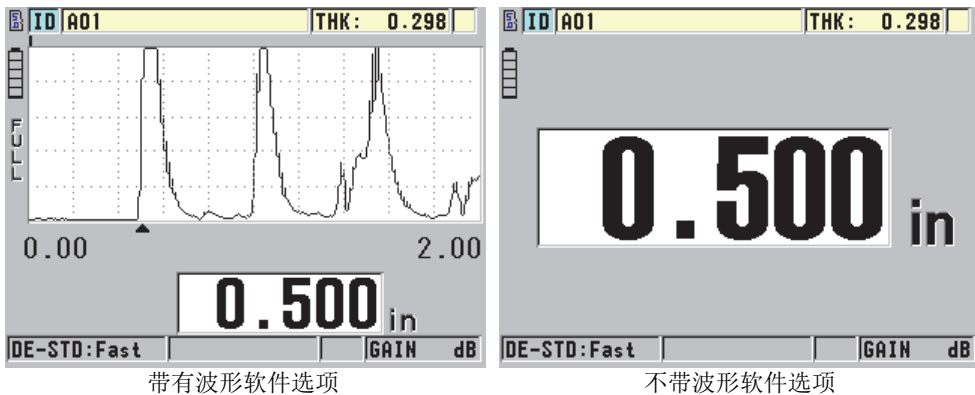

图 5-12 读取测出的厚度读数
3. 读取被测工件的厚度值（参见第 62 页的图 5-12）。